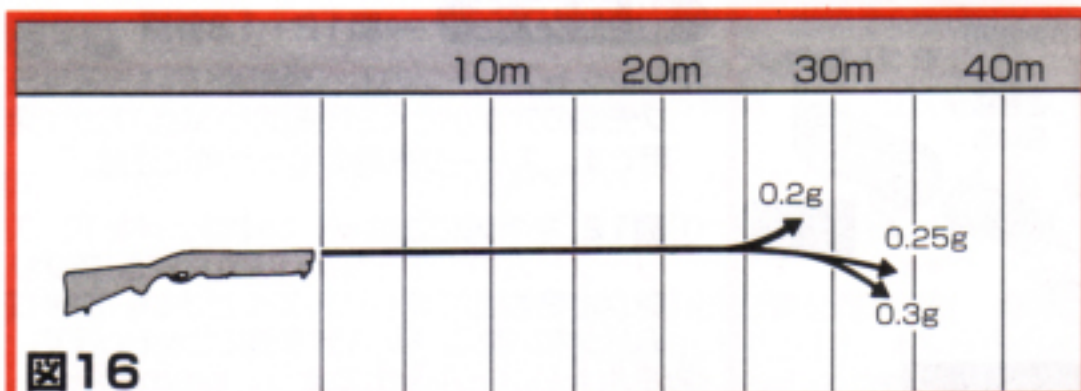

図16
7. レンジアップ(ホップアップ)について → 図16参照
M1100のレンジアップシステムは、高精度ラバーをポイントに用いた、固定ホップアップです。確実な飛距離延長効果を得るためには、必ず高精度なマルゼン製BB弾各種(アキュラシー0.25g推奨)をお使いいただき、銃に3発セレクトスリーブをセットしてください。設定上1発スリーブでの発射はホップアップがかかり過ぎる場合があります。重量の違いにより弾道は図16のグラフのおおよそ変化しますが、実物ショットガンのようにかなり広がります。レンジアップシステムは基本的にメンテナンスフリーです。特にシステムの構造上、弾の通路(バレル内等)への注油はお止めください。
→ **③操作方法** の **7.レンジアップ(ホップアップ)について** の **△注意** と **△警告** にあるような理由で、全製品が **図16** のグラフ通りのかかり方ではありません。ご了承ください。また急にレンジアップがかからなくなった場合、ポイントラバーにオイルが付いた、もしくはポイントラバーの脱落ということが考えられます。30回前後撃ってオイル分を飛ばしてください。それでもかかりが全く戻らない場合は脱落ですので、修理依頼をしてください。→ **⑧マルゼン製品の修理について** を参照。